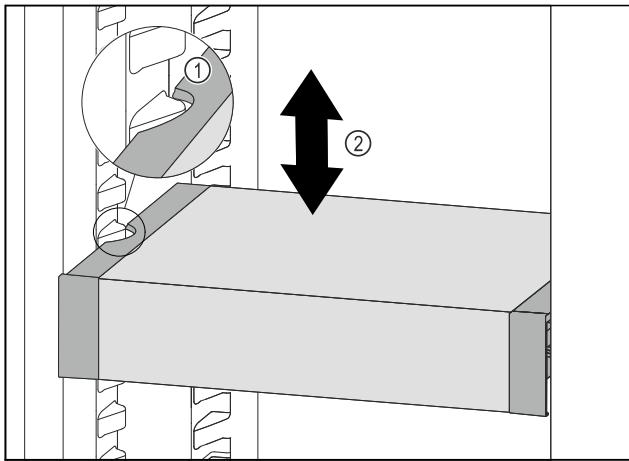

Fig. 110
- Predal VarioSafe povlecite v smeri naprej, dokler nista stranska izreza predala VarioSafe na višini nastavka za posodo v hladilniku. Fig. 110 (1)
- Predal VarioSafe premikajte v hladilniku gor ali dol, dokler ne dosežete želeno višino. Fig. 110 (2)